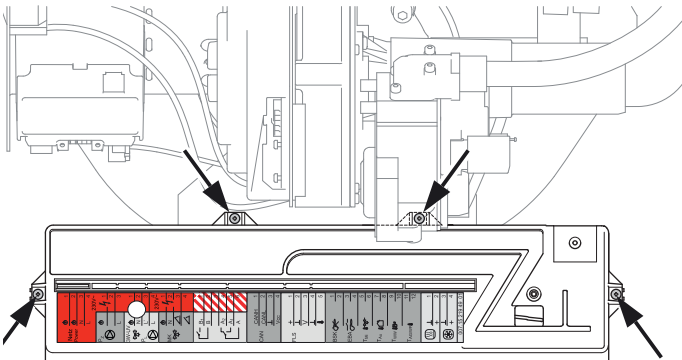

Figura 6-14 Rimozione dei tappi a vite dell'alloggiamento del pannello di connessione
2. Rimuovere con un cacciavite i quattro tappi a vite dell'alloggiamento del pannello di connessione (figura 6-14).